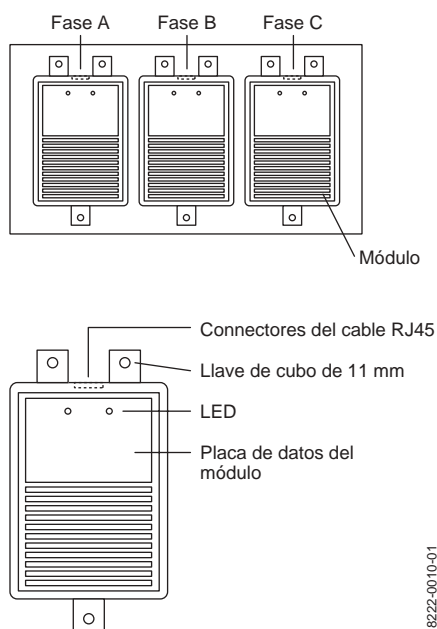

Figura 1: TVSS y módulos (vista superior)
1. Asegúrese de que el número de catálogo del módulo de repuesto sea el correcto. El número de catálogo se encuentra en la placa de datos de cada módulo existente y de repuesto (vea la figura 1) y en la placa de datos del TVSS. Utilice la tabla 1 para determinar el número de catálogo correcto para el módulo de repuesto en base a los valores nominales de la tensión del sistema del TVSS IMA existente y la corriente transitoria máxima.